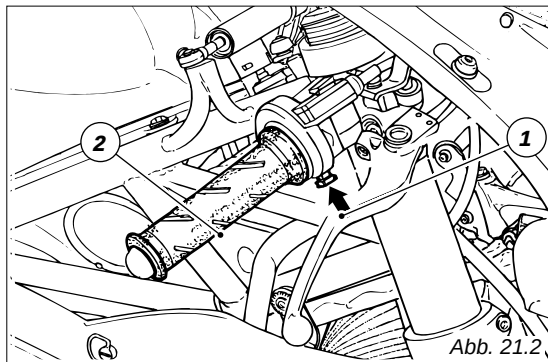

Abb. 21.2
- 2) Die Taste (1, Abb. 21.2) am Gasgriff drücken.
- 4) Den Drehgriff (2, Abb. 21.2) im Uhrzeigersinn (abdrasseln) drehen. Die Taste (1) wird somit deaktiviert.